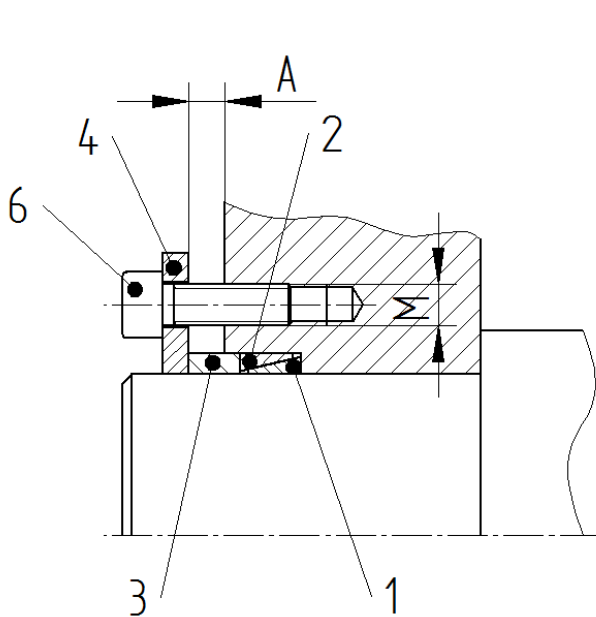

Bild 6) Einbauform 1
- Abstandsmaß A beachten (siehe Bild 6 und 7).
- Schrauben gleichmäßig über Kreuz auf das ermittelte Anziehdrehmoment T_A entsprechend der gewählten Schraubengröße (siehe Tabelle 1) mittels Drehmomentschlüssel anziehen. Vorgang ist so oft zu wiederholen, bis Anziehdrehmoment T_A bei allen Spannschrauben vorliegt. Den verbleibenden Spalt A auf Gleichmäßigkeit prüfen (siehe Bild 6 und 7).